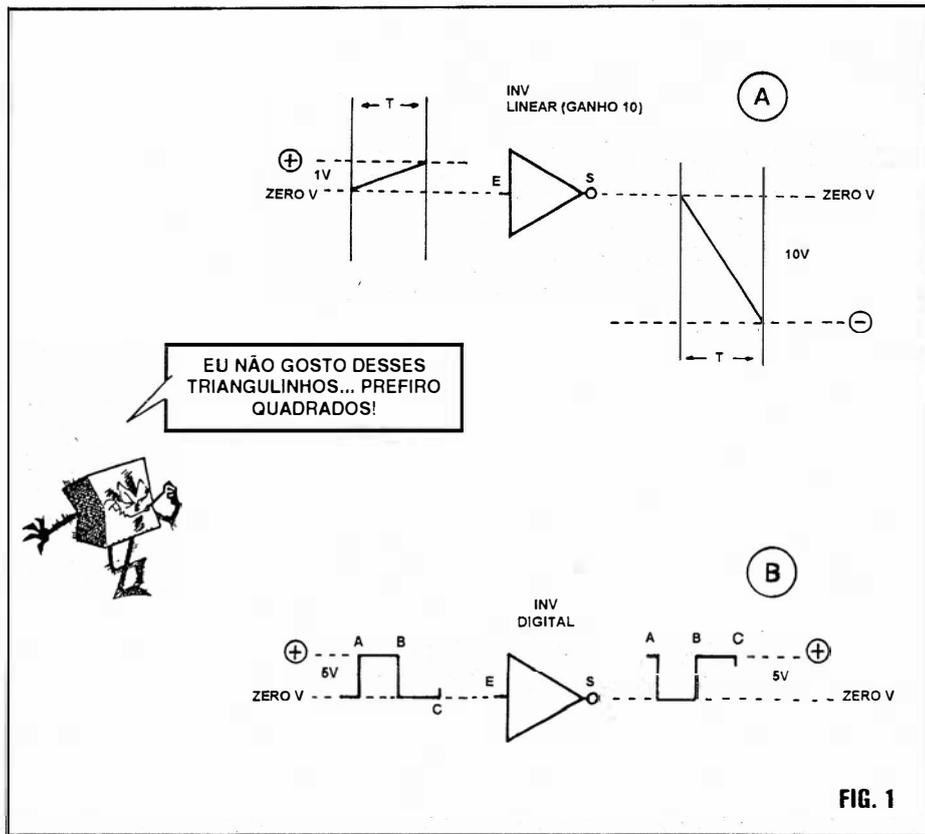

FIG. 1
- FIG. 1 - UMA COMPARAÇÃO (SUMÁRIA ...) ENTRE OS "LINEARES" E OS "DIGITAIS" ...